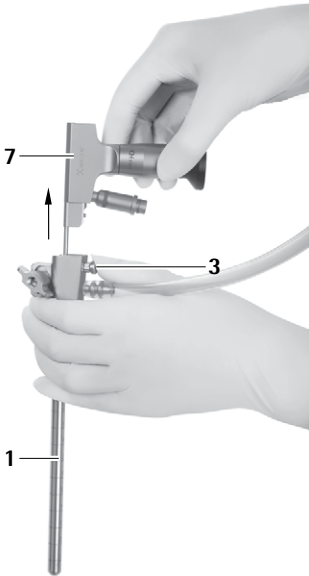

Abb. 11
- Entriegelungsknopf **3** drücken und Endoskop **5** aus MINOP InVent-Trokar **1** herausziehen, siehe Abb. 11.